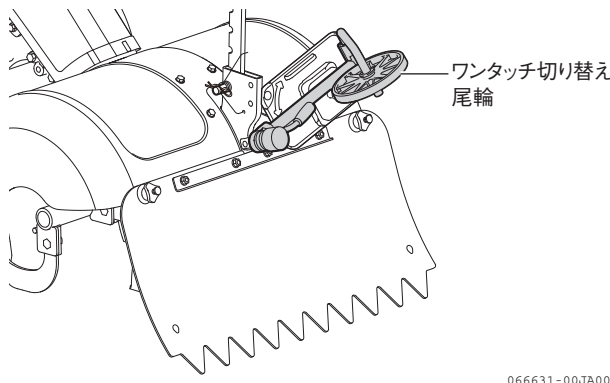

図 3-13 尾輪 (耕うん作業)
1. ワンタッチ切り替え尾輪を右上にセットします。(図 3-13)